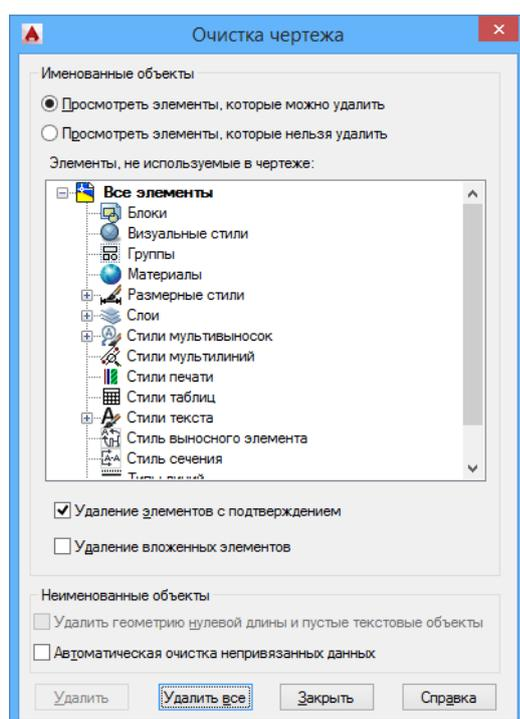

Рис. 18 Стандартное диалоговое окно AutoCAD очистки чертежа.
- в диалоговом окне *Очистка чертежа* (см. рис. 18) указать элементы, которые нужно удалить и нажать *Удалить / Удалить все*.